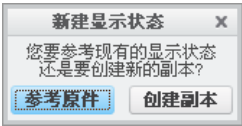

图 5.9.30 “新建显示状态”对话框
Step3. 如果系统弹出图 5.9.30 所示的对话框，可单击 **参考原件** 按钮。